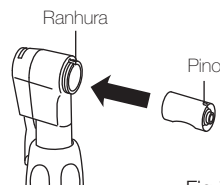

Fig.7
- 4) Introduza o rotor novo com o pino alinhado com a ranhura da cabeça. (Fig. 7)